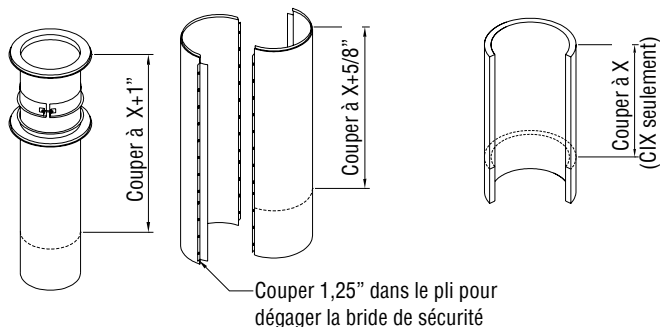

Figure 60 - Longueur variable, Étapes d'installation B
- b. Couper la paroi intérieure à la dimension déterminée à l'étape précédente plus 1". Couper la coquille extérieure scindée à la dimension plus 5/8". Ensuite, couper l'isolant à la dimension (DIS seulement). Voir **Figure 60**.